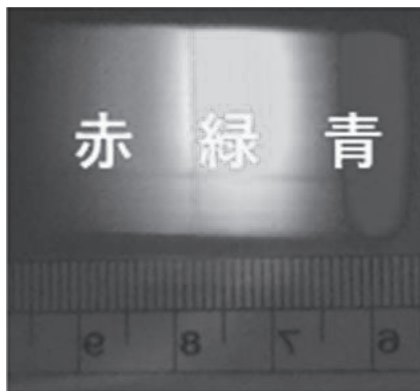
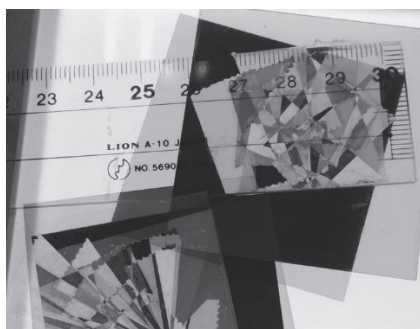
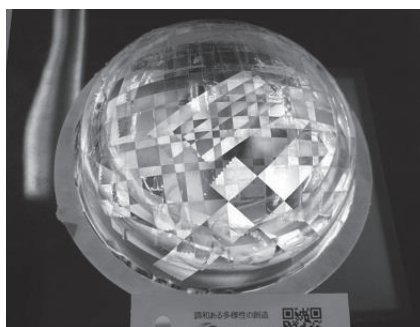

図1 分光器で白く光る電球を観察した様子
図2 偏光板とセロハンテープで作るステンドグラス
図3 3次元(立体的)なステンドグラス作成例
- (1) 蛍光灯、白熱球、LEDなどの色々な光を簡易分光器を使って観察します。
- (2) 同じ色に見える光でも、種類によって元々の光が違うことを確かめます（図1）。
- (3) 蛍光灯、白熱球、LEDそれぞれの光に手を近づけてみましょう。
- (4) 偏光板とセロハンテープで色の変化するステンドグラスを作ってみましょう（図2、図3）。
- (5) 分光シート（透過型回折格子）を使って光（蛍光灯や電球、LED）を観察してみましょう。
- (6) 光の性質、偏光について体験から学びましょう。